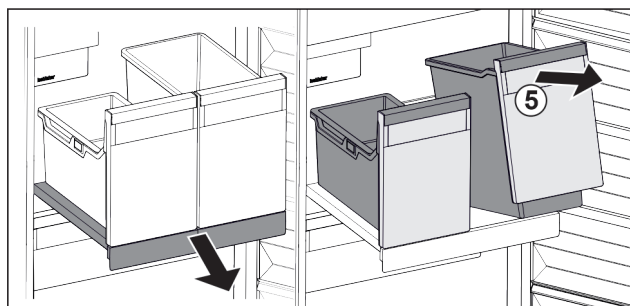

Fig. 194
- Sollevare il contenitore Fig. 194 (5) dal lato anteriore.